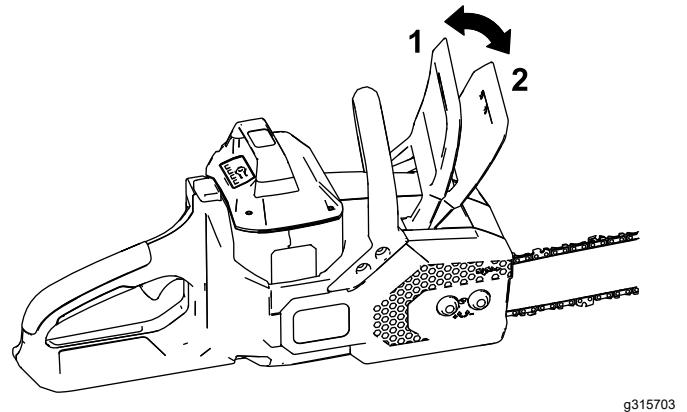

Bild 8
6. Stellen Sie sicher, dass die Kettenbremse in der EINSATZ-Stellung ist (Bild 8).
Wenn Sie die Säge nicht verwenden oder sie zwischen Arbeitsbereichen transportieren, stellen Sie die Kettenbremse in die STOPP-Stellung (Bild 8) und entfernen Sie das Akkupack.